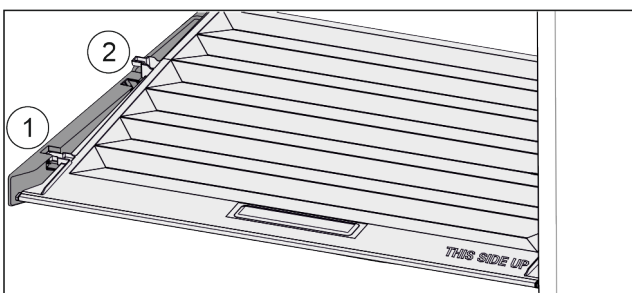

Fig. 39
- ▶ Издърпайте напред Fig. 39 (1) капака до отвора в задържащите части.
- ▶ Повдигнете го отзад отдолу и отстранете Fig. 39 (2) нагоре.